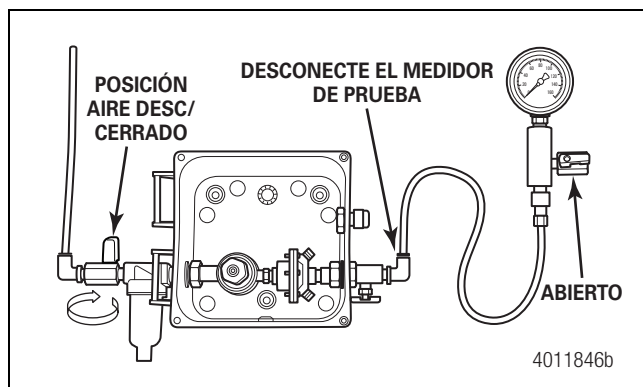

Figura 3.22
- C. Desconecte el medidor de prueba. Figura 3.22.